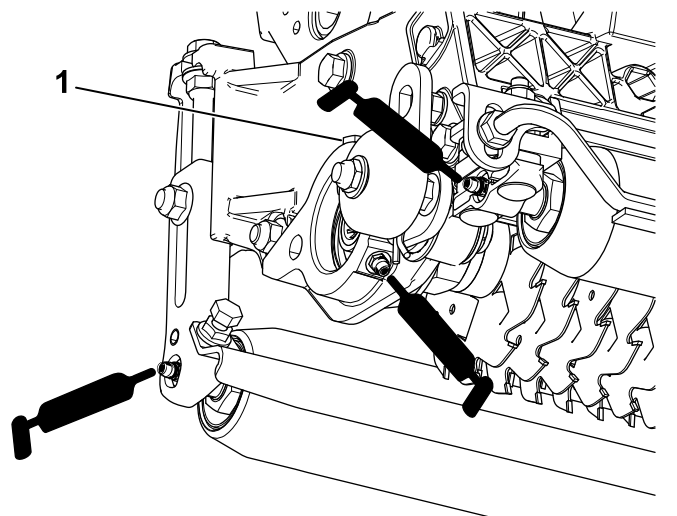

Figura 13
Cada unidad de verticorte tiene 5 engrasadores (Figura 13) que deben ser lubricados semanalmente con grasa de litio N° 2.
2. Aplique grasa hasta que salga grasa limpia de las juntas del rodillo y la válvula de alivio del cojinete (Figura 13).